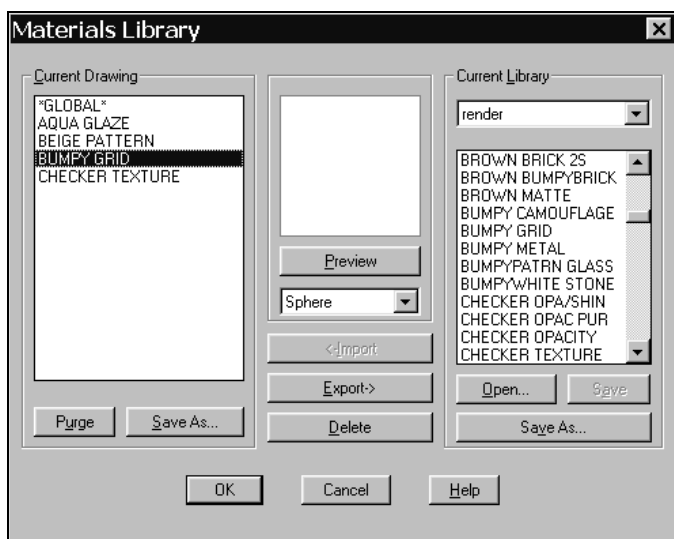

Рис. 10.4. Диалоговое окно **Materials Library** для загрузки материалов из библиотеки в чертеж
2. В появившемся диалоговом окне (рис. 10.4) в поле **Current Library** (Текущая библиотека) выбрать нужную стандартную библиотеку из списка или найти путь к пользовательской библиотеке, нажав кнопку **Open** (Открыть). Можно использовать также файлы библиотек других программ, таких, например, как AutoVision и 3D Studio.